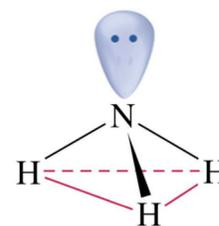

Figure 1
La molécule d'ammoniac NH_3 , de forme tétraédrique, est constituée d'un atome d'azote et de trois atomes d'hydrogène. On la représente schématiquement, dans ses états d'énergie les plus bas, sous la forme d'une pyramide assez aplatie (figure 1) : l'atome d'azote occupe le sommet et les trois atomes d'hydrogène forment la base, en forme de triangle équilatéral. La projection du sommet sur le plan du triangle coïncide avec le centre de gravité G du triangle. On note d la distance entre l'ion N^{3-} et le centre G .
- 2.2. Reproduire le dessin de la figure 1 et indiquer le moment dipolaire \vec{p} porté par NH_3 . Préciser la valeur de la charge q associée au barycentre des charges positives.